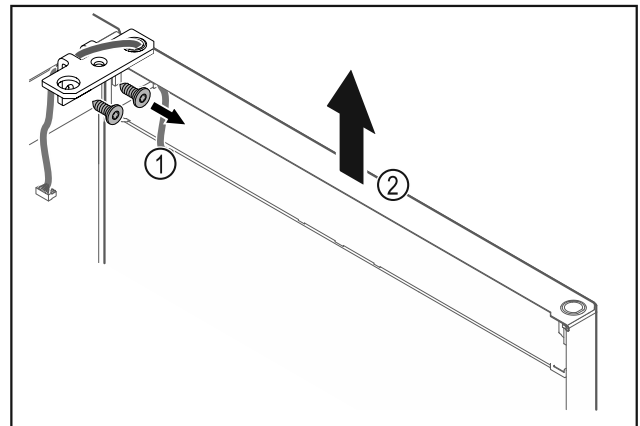

Fig. 27
- ▶ Deșurubați Fig. 27 (1) colțarul balamalei.
- ▶ Ridicați ușa inclusiv colțarul balamalei Fig. 27 (2) aproximativ 200 mm drept în sus și detașați-o.